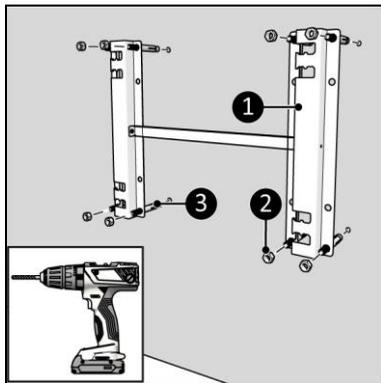

Figure 10
1. Placez le support contre le mur, avec les ouvertures du support orientées vers le haut, et marquez les huit trous (figure 10).
3. Placez les boulons d'ancrage (figure 10, pos. 3).
4. Serrez le support mural (figure 10, pos. 1) au mur avec les huit écrous (figure 10, pos. 2).